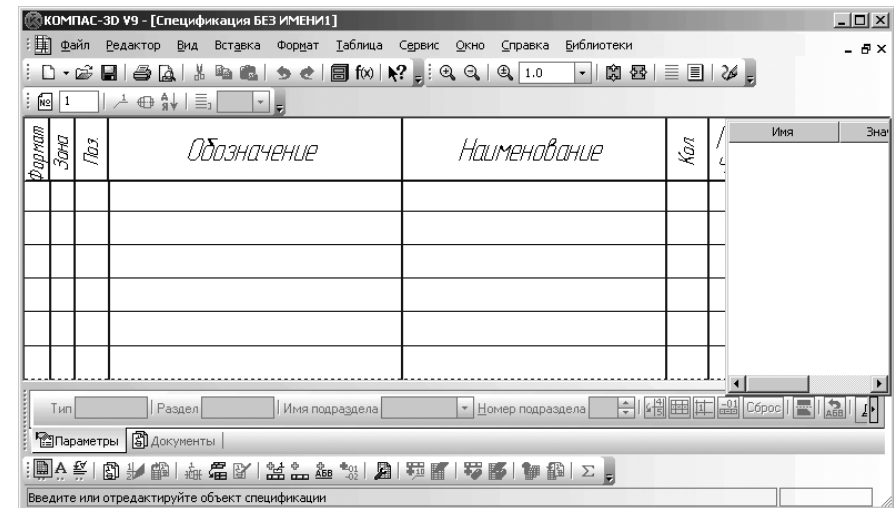

Рис. 6.101. Диалоговое окно **Параметры** с открытой вкладкой **Текущая спецификация** и панелью **Стиль**
- щелкните в выпадающем меню по пункту **Параметры**. Появится диалоговое окно **Параметры** с открытой вкладкой **Текущая спецификация**, показанное на рис. 6.101.
- щелкните по пункту **Стиль**. В правой части появится панель **Стиль** (см. рис. 6.101);
- щелкните в диалоговом окне **Выберите стиль оформления** по кнопке **ОК** для выбора указанного стиля оформления, полный путь к которому, отображается в поле просмотра панели **Стиль** (см. рис. 6.101).